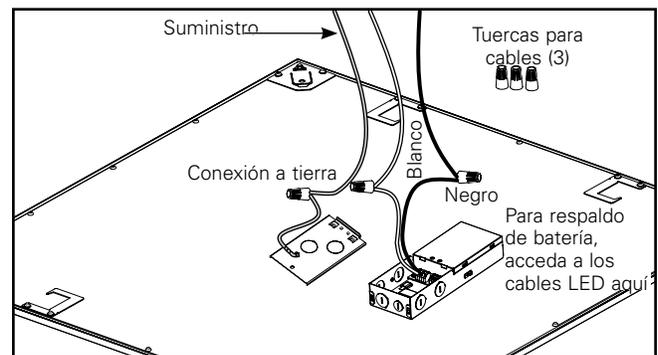

Figura 4.
7. Utilice el orificio ciego abierto para ingresar la línea de alimentación. Usando las tres tuercas para cables provistas para conectar el cable de tierra al cable de suministro de tierra, el cable negro (línea) al cable de suministro negro y el cable blanco (neutro) al cable de suministro blanco. (Figura 4.)
**Nota:** Esta luminaria es compatible con los sistemas de respaldo de batería, incluidos los Surelites EBPLED7W y EBPLED14W. Si utiliza un sistema de respaldo de batería, retire la placa de la cubierta del controlador para acceder a los cables de carga LED y siga las instrucciones de cableado de respaldo de batería. (Figura 4.) Asegúrese de que la placa de la cubierta del controlador se vuelva a instalar después del cableado.